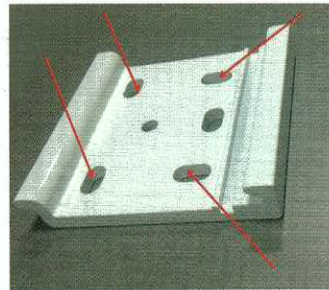

Figura 2.3
- (c) Con l'ausilio di un trapano praticare i fori in corrispondenza delle asole indicate con frecce rosse sulla staffa universale (Figura 2.3). La staffa è utilizzabile sia per montaggio a parete (più utilizzato) che a soffitto.